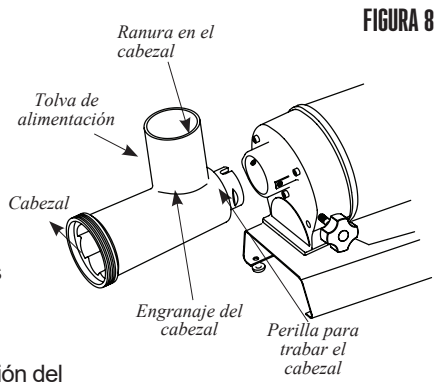

FIGURA 8
1. Inserte el cabezal dentro del gabinete de engranajes con la tolva de alimentación del cabezal hacia arriba. Necesitará alinear la ranura en el cabezal con el pasador dentro del gabinete de engranajes. Asegúrese de que el cabezal esté completamente asentado dentro del gabinete de engranajes (FIGURA 8).